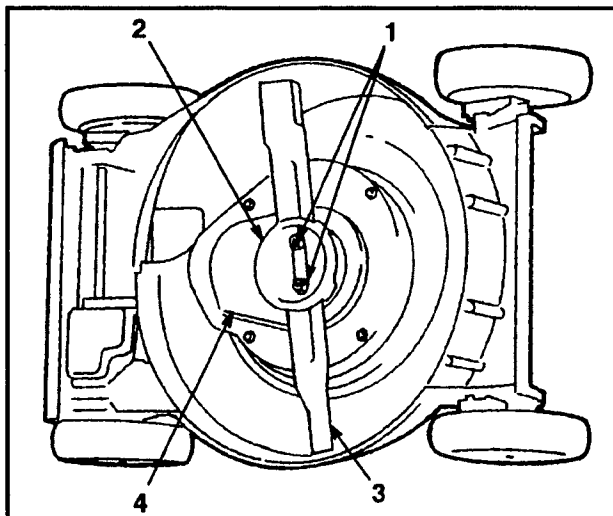

Figure 32
3. Basculez la tondeuse sur son côté gauche (fig. 32).
4. Dévissez les deux (2) écrous de fixation de la lame, la coupelle de protection, la lame, l'entretoise de lame, l'écran rotatif et les quatre (4) vis qui maintiennent le système BBC au plateau de la tondeuse (fig. 32 et 33).